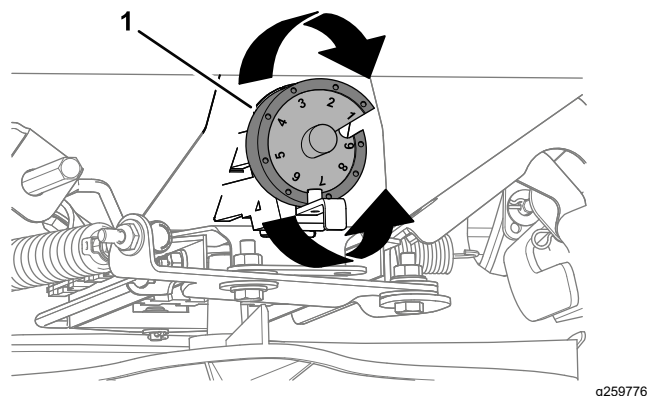

図 30
5. 撒布量設定カム 図 30 を、ステップ 4 で決めた目盛にセットする。